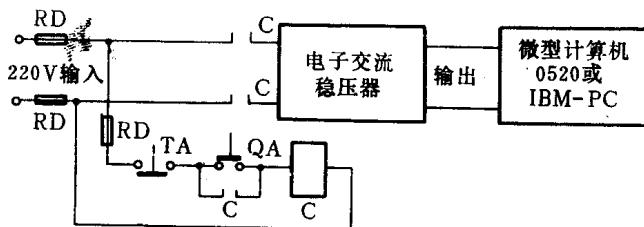

图3 采用交流接触器进行隔离
(2) 采用交流接触器进行隔离的方式(见图3)。这种连接的工作原理是：在电网电压正常时，按启动按钮QA，交流接触器线圈L即通电吸合，其两个常开触点C1、C2也同时闭合，电源接通；另一常开触点C3并联于QA上进行自锁，以接通电子交流稳压器。当电网瞬间停电时，交流接触线圈L因断电释放，其触点C1、C2自动分开，从而切断电源，同时也避免了高压冲击。TA为停止按钮。